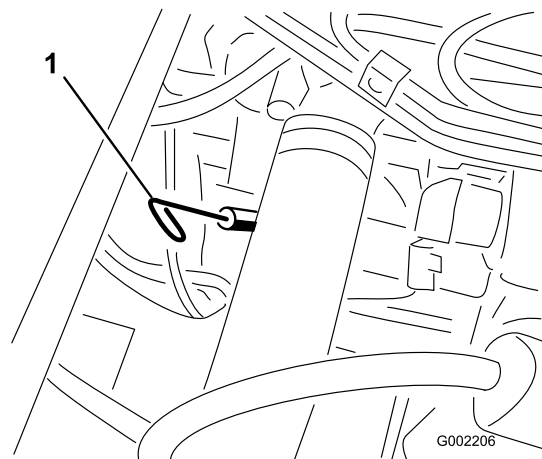

図 39
2. 助手席の下にあるディップスティックを抜き、ウェスで一度きれいに拭く（図 39）。
13. オイル補給口のキャップを取り、所要量の約 80% のオイルを補給口から入れる(図 39)。